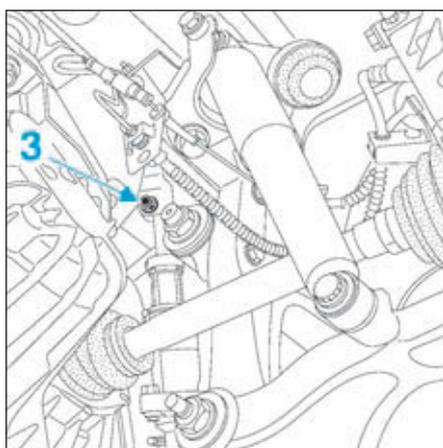

FIG.7
- Déposer la vis de fixation (3) de l'arbre intermédiaire sur le boîtier de direction (Fig.7). Puis déposer l'arbre intermédiaire par le bas.